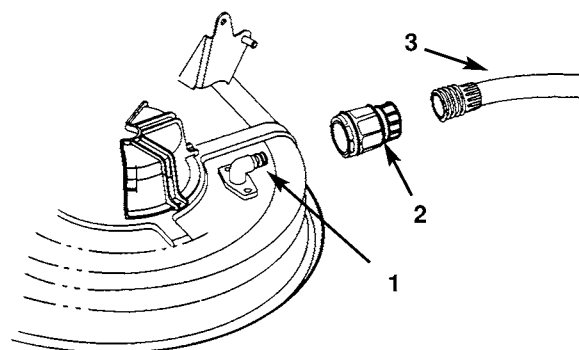

Bild 54
2. Die Kupplung am Ende des Gartenschlauchs anbringen und am Wasseranschluss des Mähers festdrehen. Dann den Hahn voll aufdrehen (Bild 54).